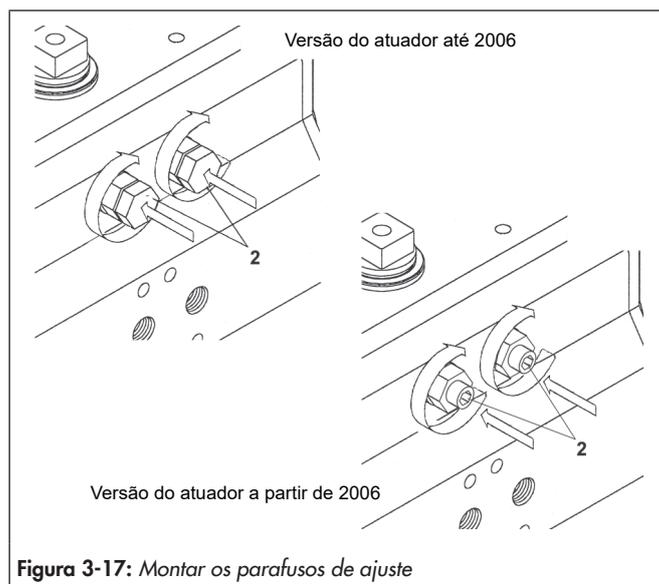

Figura 3-17: Montar os parafusos de ajuste
Nesta versão do atuador, os parafusos de ajuste (2) são montados a partir do interior do corpo do atuador, ver Figura 3-17. Esta montagem deve ser efetuada antes da montagem do pistão e da tampa.
(ver Figura 3-3 e Figura 3-17)
- ⇒ Introduzir os dois parafusos de ajuste (2), as contraporcas (4), as anilhas (3) e os vedantes (11).
- ⇒ Aparafusar os parafusos de ajuste (2) no corpo, ver Figura 3-17.